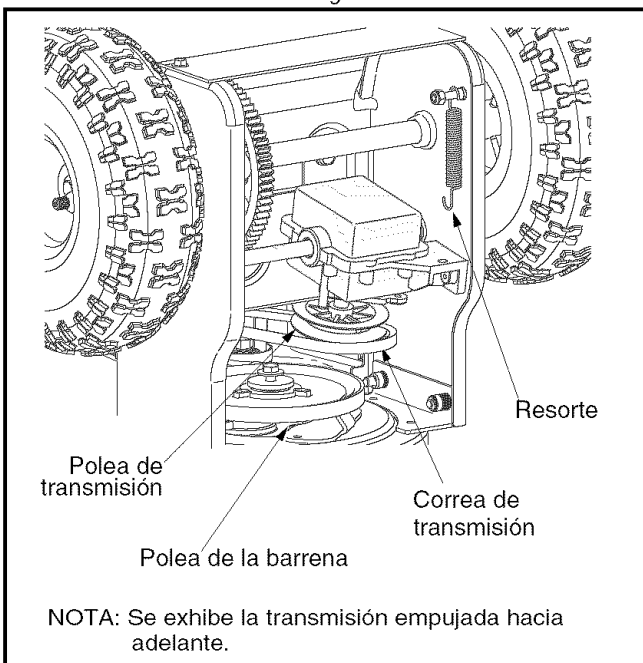

Figura 13
2. Quite el resorte que conecta la transmisión a un perno en el cuadro del motor. Ver Figura 13 .
5. Ubique una nueva correa de transmisión dentro de la ranura de la polea del motor. Ver Figura 13 .